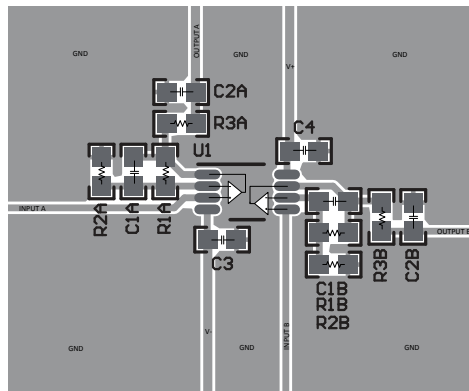

图 7-4. VSSOP-8 (DGK) 封装的布局示例
- 外部元件应尽量靠近器件放置。如图 7-4 所示，保持 R_F 和 R_G 接近反相输入可以更大限度地减少寄生电容。